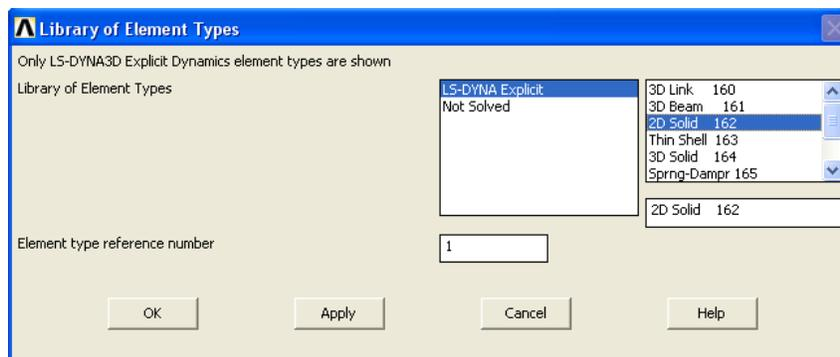

Рисунок 96. Выбор из раздела *LS-DYNA Explicit* окна *Library of Elements* элемента *2D Solid 162*
- В появившемся окне *Library of Elements Types* (Рисунок 96) следует выбрать из раздела *LS-DYNA Explicit* (т.к. решается задача структурного анализа) элемент *2D Solid 162*.